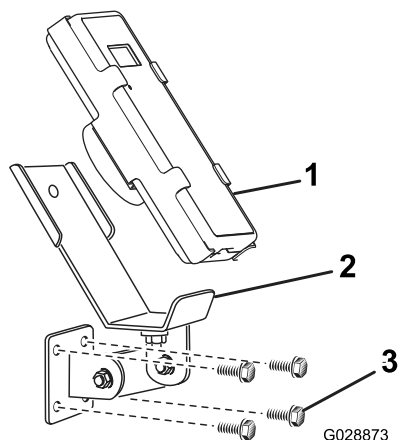
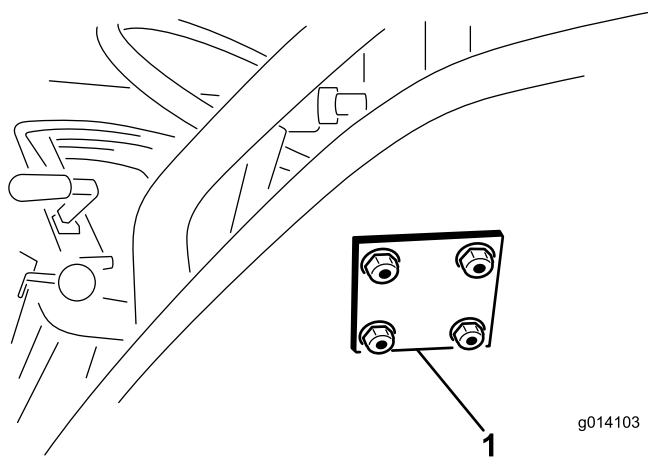

Figura 14
Figura 15
3. Collegate la staffa di montaggio e la piastra di supporto con 4 bulloni a testa flangiata ($5/16$ " x $1\frac{1}{2}$ ") e dadi di bloccaggio flangiati (Figura 14 e Figura 15).